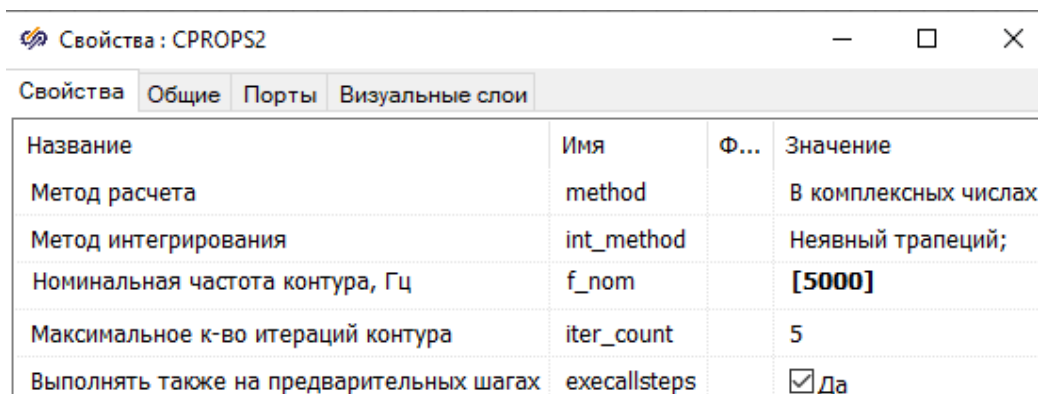

Рис. 3.12
14. Задать с помощью окна **Свойств** для блока **Параметры контура** значения параметров, приведенные на рис. 3.12.